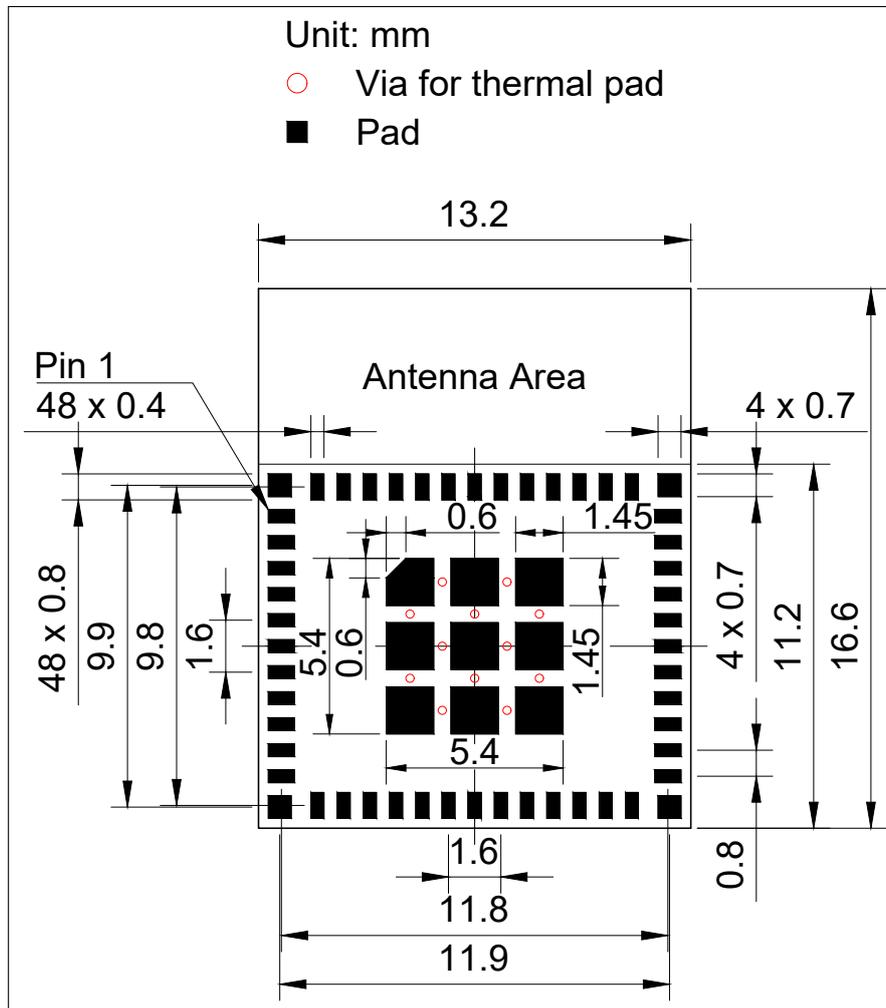

图 11: ESP32-C3-MINI-1 推荐 PCB 封装图形
- 推荐 PCB 封装图，标有 PCB 设计所需的全部尺寸。详见图 11 *ESP32-C3-MINI-1 推荐 PCB 封装图形* 和图 12 *ESP32-C3-MINI-1U 推荐 PCB 封装图形*。
- 推荐 PCB 封装图的源文件，用于测量图 11 和 12 中未标注的尺寸。您可用 Autodesk Viewer 查看 ESP32-C3-MINI-1 和 ESP32-C3-MINI-1U 的封装图源文件。